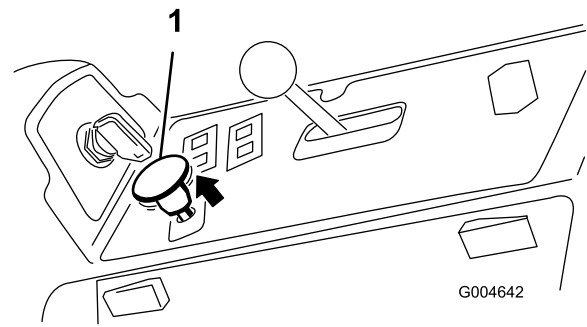

Bild 20
3. Ziehen Sie den ZWA-Schalter heraus, um ihn zu aktivieren (Bild 20).